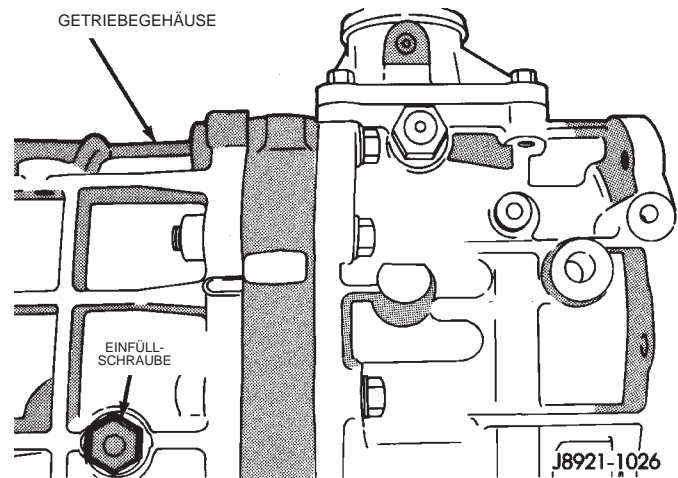

Abb. 12 Lage der Einfüllschraube
17. Das Getriebe mit dem vorgeschriebenen Getriebeöl befüllen (Abb. 12).